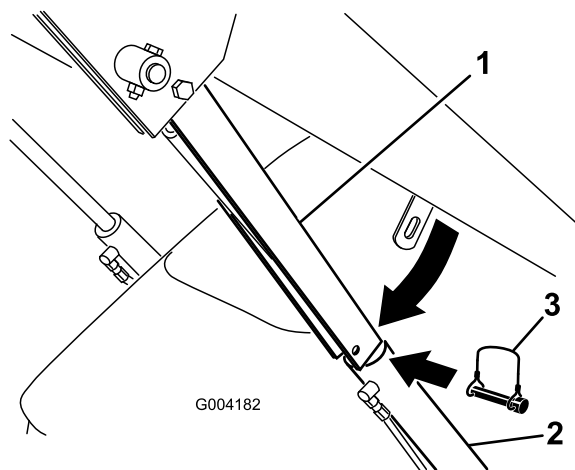

Figure 14
4. Enlevez la goupille à anneau qui fixe le verrou de vérin au bras de chargeuse (Figure 14).
5. Abaissez le dispositif de verrouillage sur la tige du vérin et fixez-le en position à l'aide de la goupille à anneau (Figure 14).